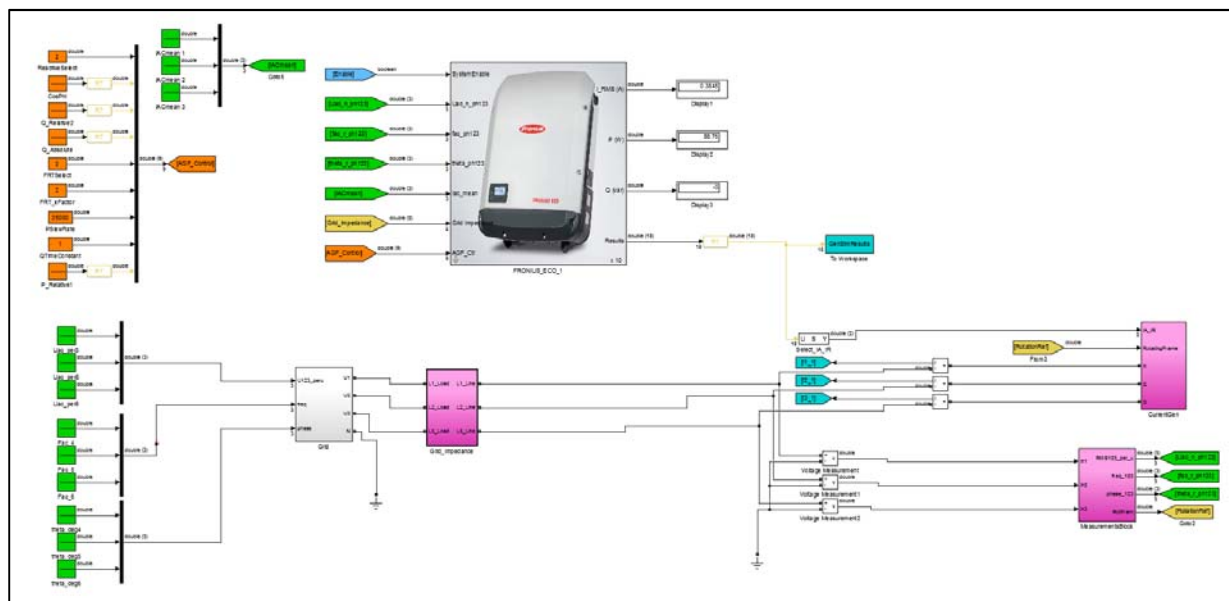

Abbildung 3-2 - Beispiel Anlagennachbildung mit Sim-Power-Systems
- Das Modell kann auch unter Plattform Matlab-SimPowerSystems ausgeführt werden, sodass die Anlagennachbildung im Rahmen der Anlagenzertifizierung vereinfacht werden kann. Hierzu ist ein mögliches Beispiel in Abbildung 3-2 dargestellt. Wichtig ist da-
bei, dass die Netzimpedanz *Grid_impedance* (Goto1) auf null gesetzt werden muss – die Netzimpedanz wird in Abbildung 3-2 über das Modul „*Grid_Impedance*“ definiert.
- Die Eingänge U,f,Winkel und Ausgang Results der WR (FRONIUS_ECO_1 - Box) müssen mit einer RT-Box (Rate Transition) versehen werden. Die Output Signalschrittweite für RT-Boxen ist gleich T_main zu setzen, siehe Abbildung 3-2.